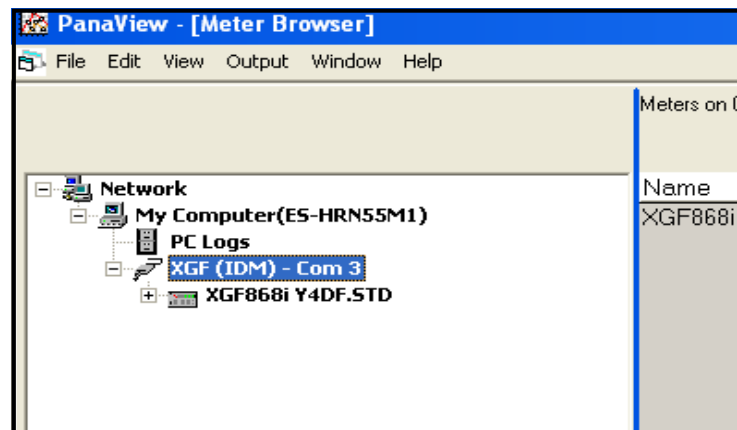
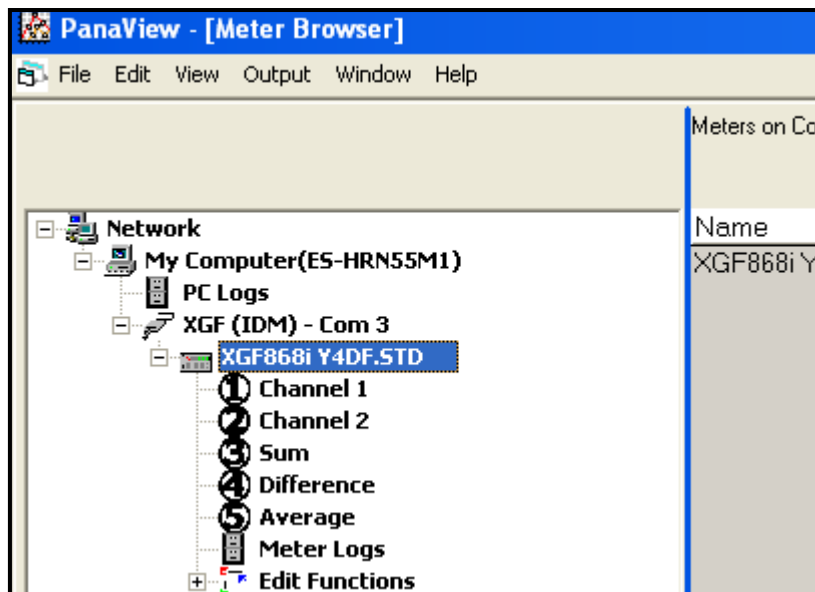

Figura 37: Árvore de rede atualizada
Figura 39: Árvore do medidor com a opção *Edit Functions* (Editar funções)
Se a inicialização for bem-sucedida, o Meter Browser (Navegador do medidor) mostrará uma listagem semelhante à Figura 37 abaixo.
1. Na árvore do medidor, no *New Meter Browser* (Navegador do novo medidor) (veja a *Figura 37 na página 77*), clique na entrada XGF. A tela exibida será semelhante à *Figura 39* abaixo.